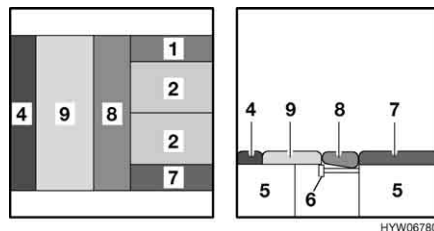

Bild 112 Nach dem Umbau
- Das Zusatzpolster (Bild 112,4) zwischen das Sitzpolster (Bild 112,9) und die Außenwand legen.
- Das Rückenpolster (Bild 112,8) auf die beiden Bettkasten-Verlängerungen legen.